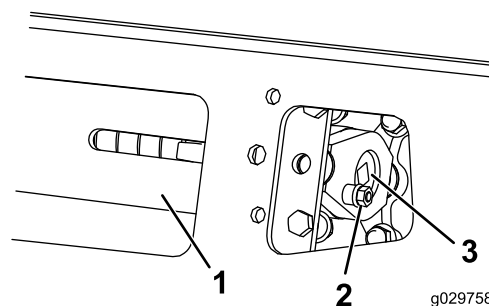

Figura 59
3. Rimuovete il bullone di bloccaggio, il distanziale e il dado (Figura 59).
5. Allineate l'intaglio più vicino della vite di tensione al foro del bullone di bloccaggio e fissate la vite con il bullone di bloccaggio e il dado (Figura 59).
4. Togliere il bullone di bloccaggio e il dado (Figura 59).
5. Utilizzando un cricchetto di trasmissione da 1/2", rilasciate la tensione di trasmissione ruotando la vite di tensione in senso orario (Figura 59 e Figura 65).